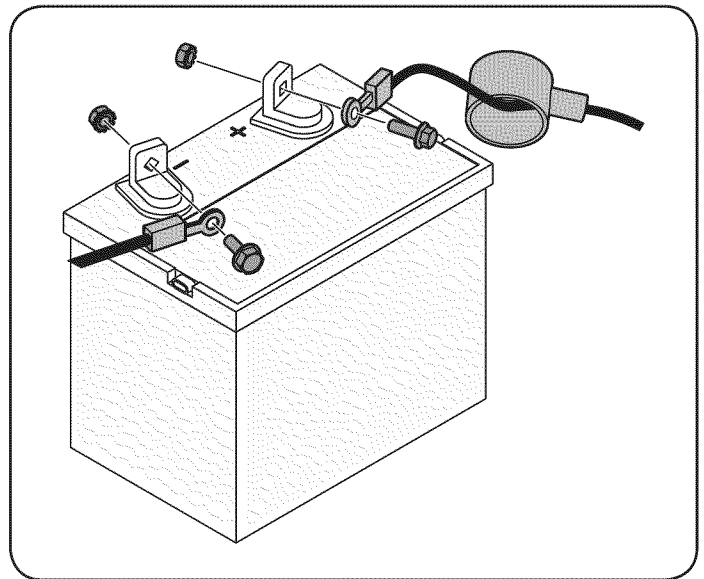

Figura 5
1. Retire la cubierta plástica, si es que está presente, del borne positivo de la batería y una el cable rojo al borne positivo de la batería (+) utilizando el perno y la tuerca hexagonal. Vea la Figura 5.
2. Retire la cubierta plástica, si es que está presente, del borne negativo de la batería y una el cable negro al borne negativo de la batería (-) utilizando el perno y la tuerca hexagonal. Vea la Figura 5.